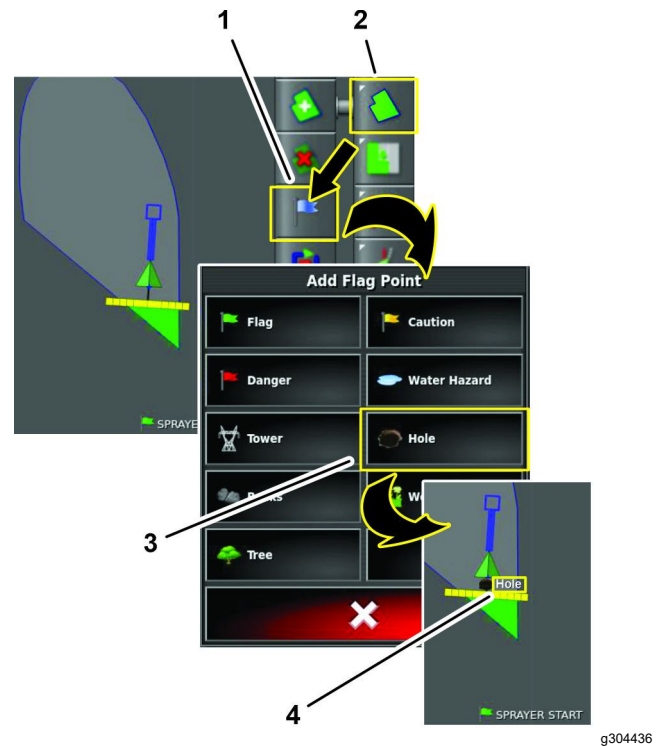

Figure 79
2. Appuyez sur l'icône MENU DES CHAMPS et l'icône DÉFINIR UNE BALISE (Figure 79).
3. Dans le menu Ajouter une balise, sélectionnez une icône de balise (Figure 79).
La balise s'affiche dans la console de commande derrière le véhicule (Figure 79).